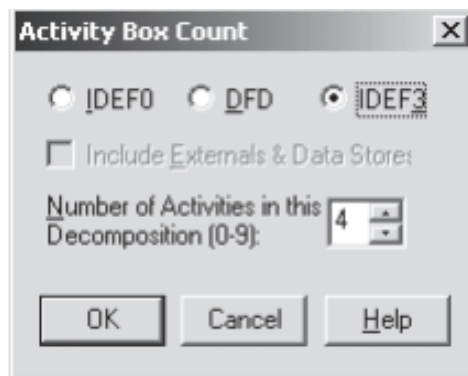

Рис.1. Выбор нотации IDEF3 в диалоговом окне Activity Box Count
- Перейдите на диаграмму A2 и декомпозируйте работу. В диалоговом окне Activity Box Count (рис.1) установите число работ 4 и нотацию IDEF3.